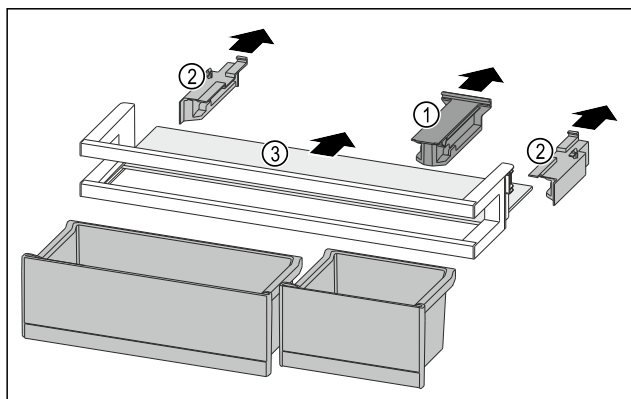

Fig. 88
- Halteteil Fig. 88 (1) abziehen.
- Seitenteile Fig. 88 (2) abziehen.
- Abstellfläche Fig. 88 (3) entnehmen.